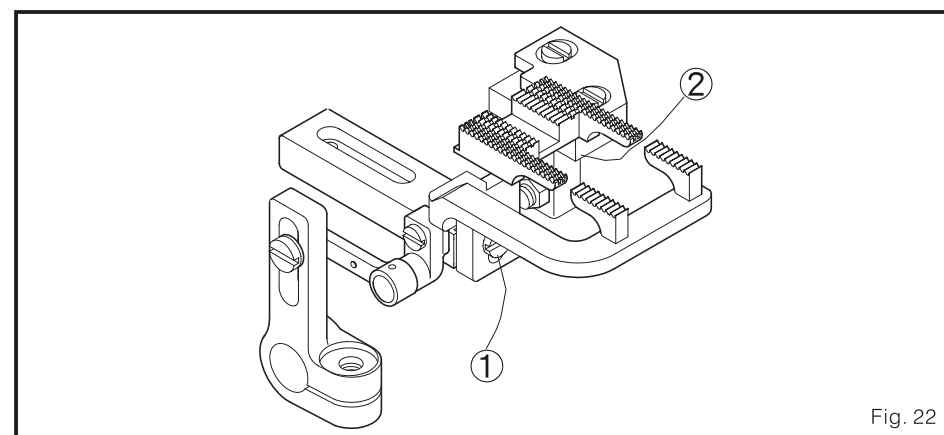

Fig. 22
- (2) Afloje los tornillos 1 y 2 de los dientes del transportador dentado principal y diferencial para que cumpla los requerimientos mencionados anteriormente. (Fig. 22)